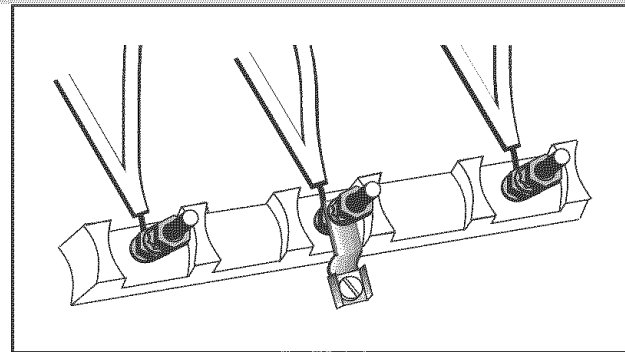

Figure 6
2. Enlever le couvercle du bloc de bornes pour exposer la boîte de jonction (voir figure 6).